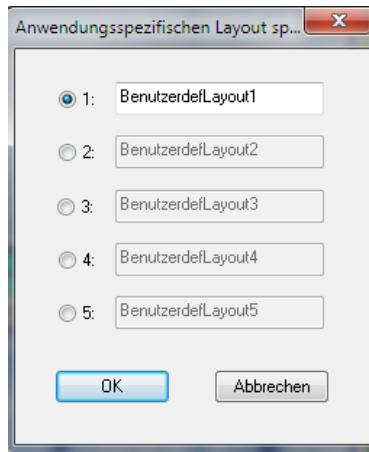

Abbildung 4-40 Dialogfeld Benutzerdef. Layout speichern
2. Im Dialogfeld **Benutzerdef.- Layouts speichern** (siehe Abbildung 4-40 auf Seite 281):